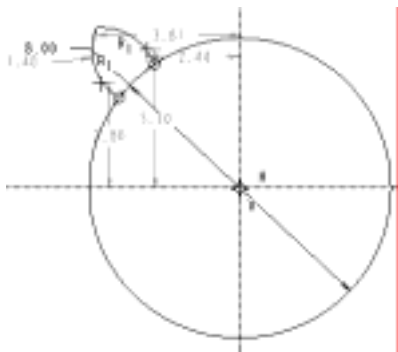

图 3-83 绘制圆弧
(5) 单击工具栏中的“通过三点画圆弧”按钮，在如图 3-83 所示圆上的位置绘制两条半径相等的圆弧，圆弧的一端在步骤(4)所绘制的圆上，另一端使两圆弧端相交。